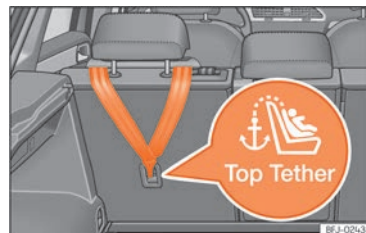
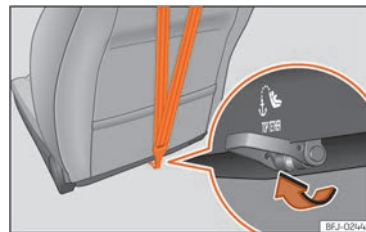

Abb. 46 Rückseite der Rücksitzbank der zweiten Reihe: Halteösen für den Top Tether Haltegurt.
Abb. 47 Rückseite der Beifahrersitzlehne: Verankerung für den Top Tether Haltegurt.
- Den Haltegurt verschieben und ordnungsgemäß an der Verankerung des hinteren Teils der Rücklehne befestigen >>> [Abb. 46] , >>> [Abb. 47].